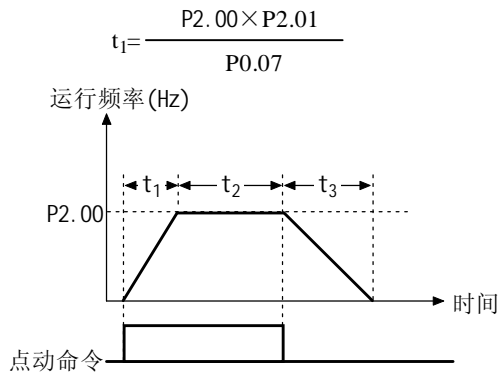

图 5-2-1 点动运行参数说明
- 如图 5-2-1 所示， t_1 、 t_3 为实际运行的点动加速和减速时间， t_2 为点动时间，P2.00 为点动运行频率。